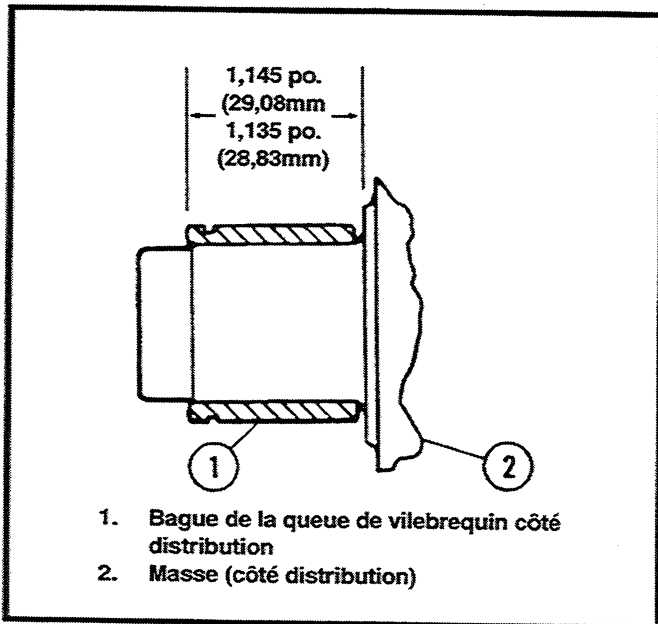
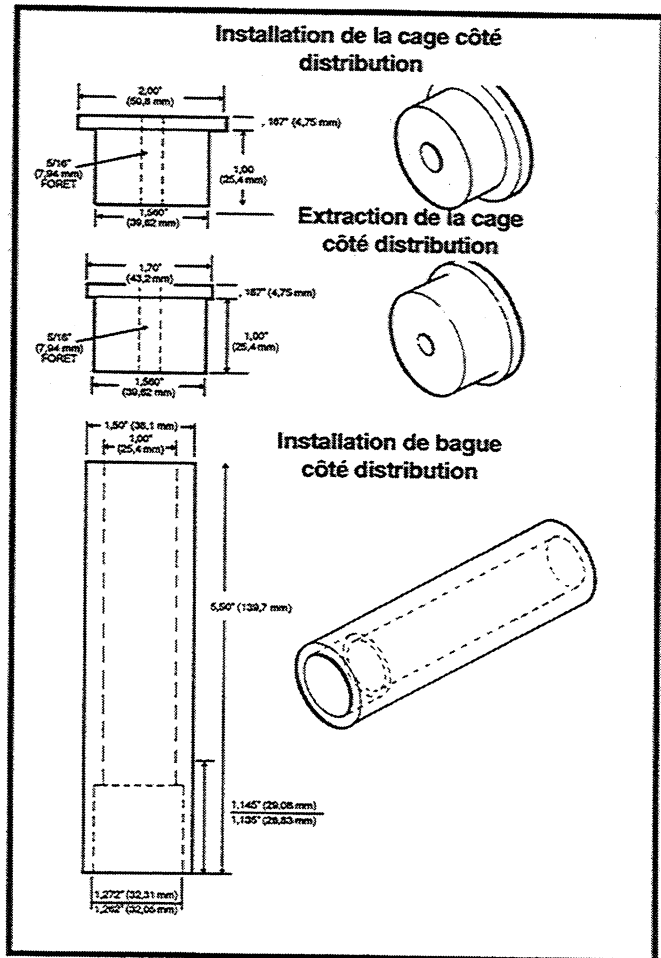

Figure 3-77. Emplacement de la bague
Figure 3-78. Outils de pose/dépose du roulement de la queue de vilebrequin côté distribution
Voir Figure 3-78; Les dimensions sont montrées pour la fabrication d'outils utilisés pour extraire ou enfoncer la cage du carter moteur.
11. Voir Figure 3-77. Enfoncez la nouvelle bague sur la queue de vilebrequin comme le montre la figure. La nouvelle bague doit être rectifiée par un ajusteur compétent au diamètre extérieur correspondant au diamètre intérieur de la cage indiqué dans le tableau page 61. Voir Figure 3-78 pour les dimensions de la presse. Lorsque l'outil atteint le volant l'emplacement correct de la bague est automatiquement établi.